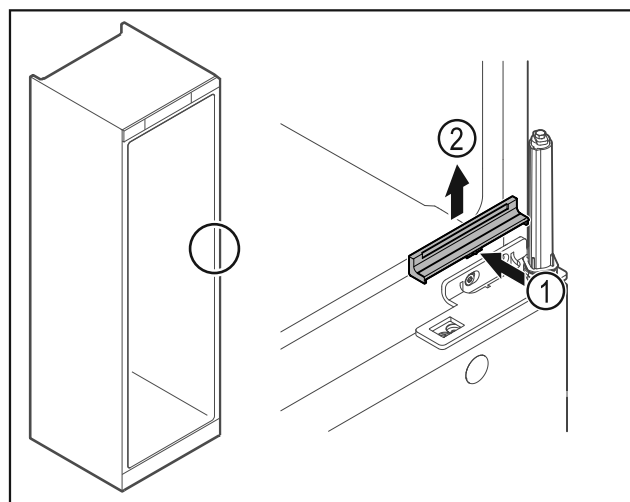

Fig. 25
- Πιέστε το κάλυμμα Fig. 25 (1) ελαφρά στο κέντρο και αφαιρέστε το προς τα επάνω Fig. 25 (2).